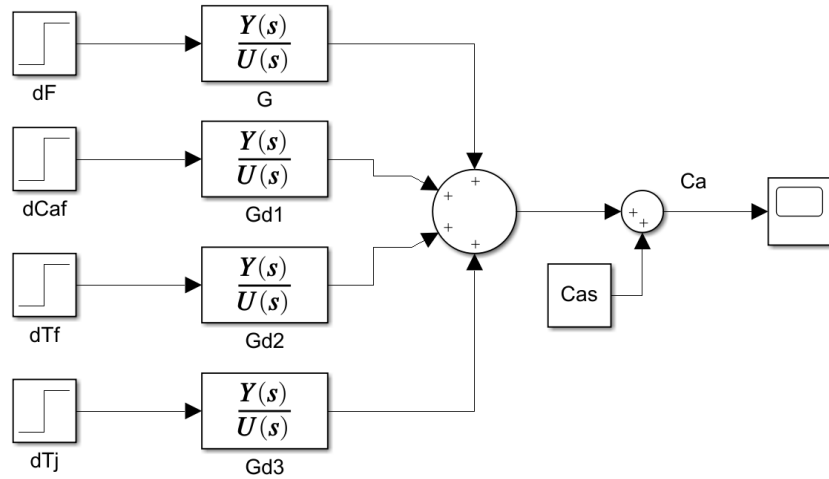

Figura 5: Diagrama de simulação do modelo linearizado em funções de transferência do STH
- Obtenha as funções de transferência do sistema linearizado. Simule o sistema utilizando como base o diagrama da figura 5.